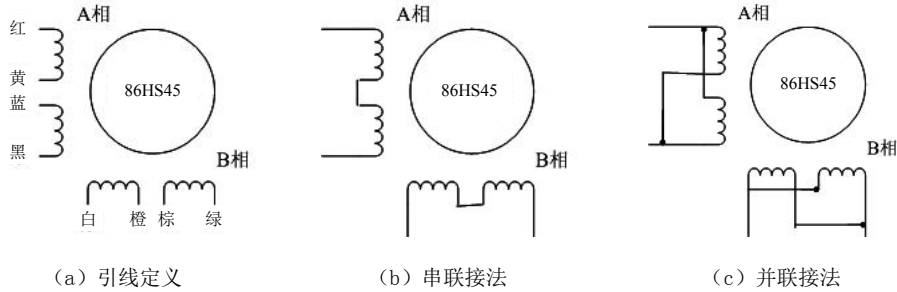

图 7 86 电机串并联接法
2) 相是相对的, 但不同相的绕组不能接在驱动器同一相的端子上 (A+、A-为一相, B+、B-为另一相), 雷赛 86HS45 电机引线定义、串、并联接法如图 7 所示。